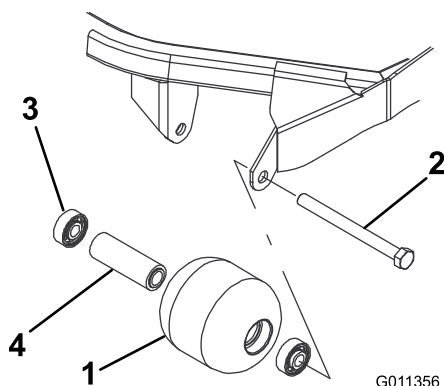

Figura 71
1. Rimuovete il bullone di fissaggio del rullo (Figura 71).
4. Verificate la presenza di eventuali danni sull'alloggiamento, sui cuscinetti e sul distanziale del cuscinetto del rullo (Figura 71). Sostituite i componenti danneggiati e procedete con il montaggio.
1. Montate il primo cuscinetto premendolo nell'alloggiamento all'interno del rullo (Figura 71). Premete soltanto sulla pista esterna o, in misura uguale, sulla pista interna ed esterna.
2. Inserite il distanziale (Figura 71).
3. Spingete il secondo cuscinetto nell'alloggiamento all'interno del rullo (Figura 71) premendo in misura uguale sulla pista interna ed esterna, fino a quando la prima pista non tocca il distanziale.